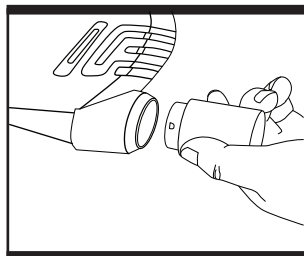

Fig. 4
4. Extraction des poussières (Fig. 4)